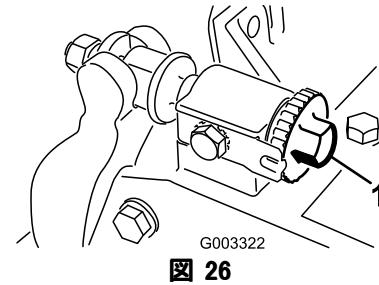

図26
1. ベッドナイフ調整ノブ(図26)を左に回して、ベッドナイフとリールの接触を完全になくす。